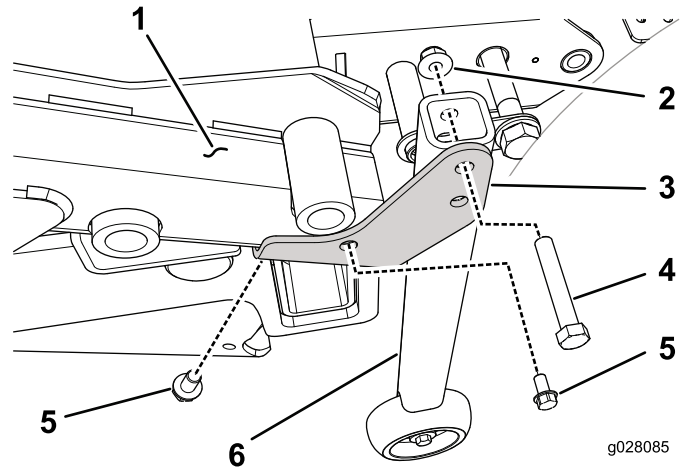

Figura 33
3. En unidades de tracción con número de serie superior a 313000001, monte un soporte de conversión (derecho o izquierdo) en la cara inferior de cada esquina trasera del bastidor de la carcasa con un tornillo autorroscante de 3/8" x 5/8" (Figura 33).
bastidor de la carcasa con un tornillo (3/8" x 2 1/4") y una tuerca con arandela prensada (3/8") (Figura 33).